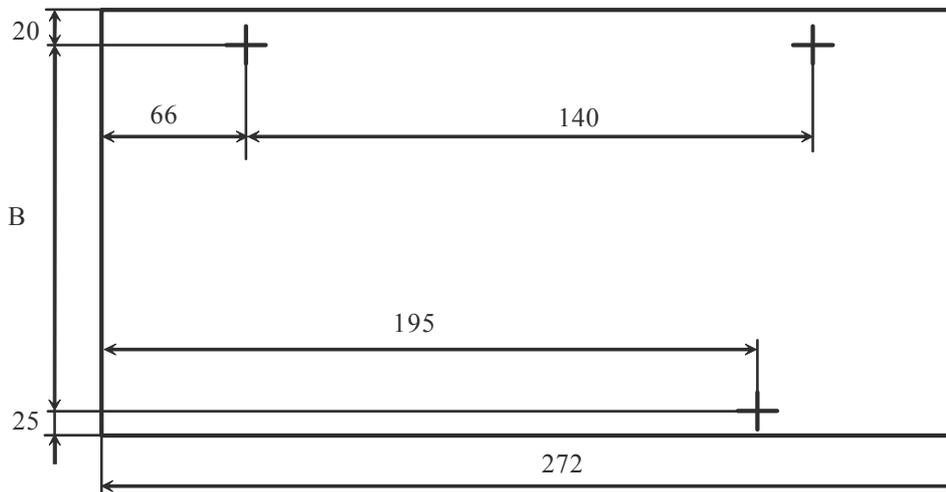

Рисунок 2-4 Разметка для крепления МБ с МР на стене.
2.3.3. Закрепить прибор на стене. Для этого сделать разметку на выбранном участке стены (см. Рисунок 2-4 и Таблица 2-2), вкрутить два верхних шурупа, повесить на них прибор и закрепить одним шурупом сквозь отверстие внутри отсека коммутации.